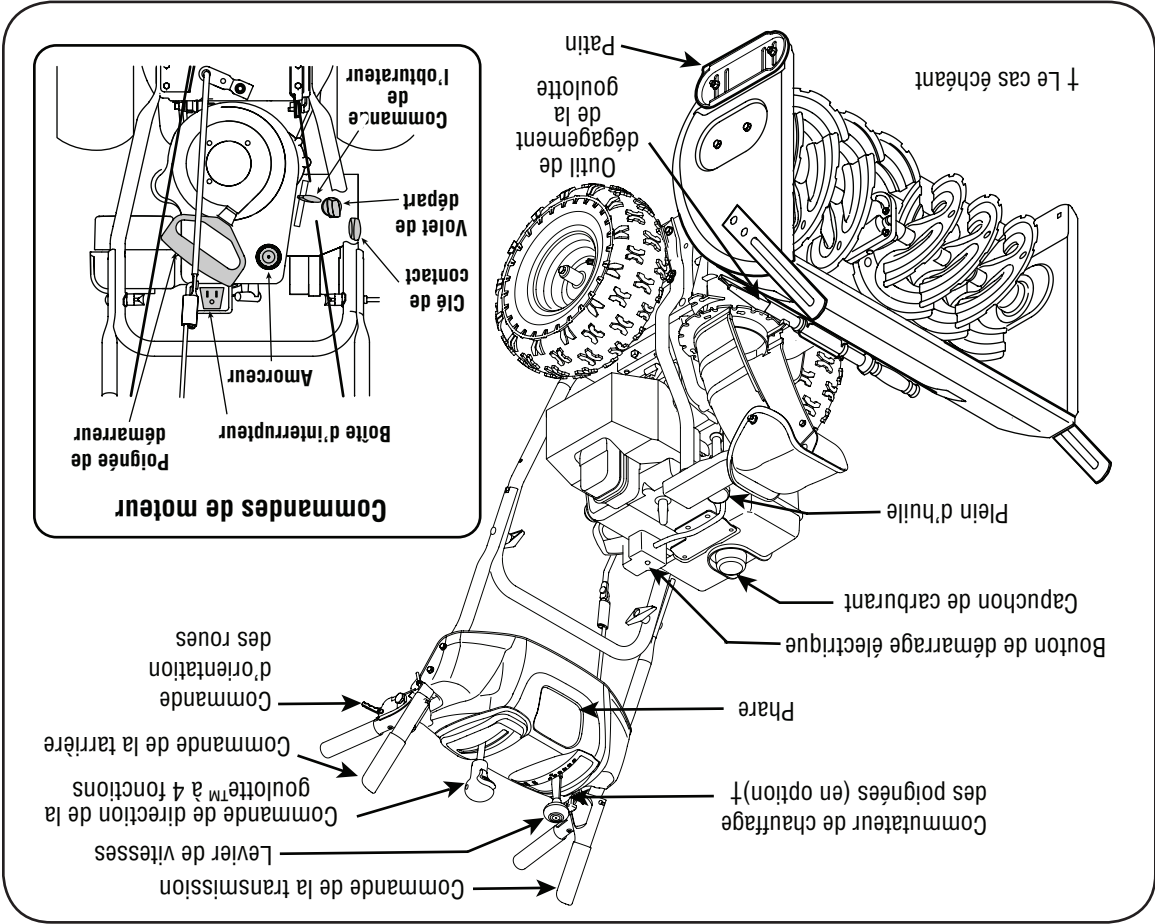

Figure 4-1
1. Avec l'obturateur à la position Fast (l'apin), placez le levier de changement de vitesse à l'une des six positions de marche avant (F) ou à l'une des deux positions de marche arrière (R). Choisissez la vitesse adaptée aux conditions présentes.
3. Pour tourner à droite ou à gauche, pressez la commande de direction des roues correspondante. Voir la Figure 4-1.
Maintenant que votre souffeuse est prête à travailler, il est temps de vous familiariser avec ses commandes et diverses caractéristiques, expliquées ci-dessous et représentées à la Figure 4-1. Vous pourrez ainsi bénéficier au maximum de votre nouvelle machine.